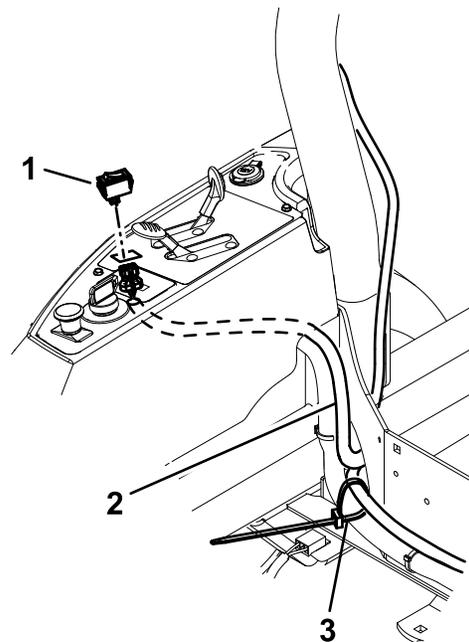

Figura 5
8. Encaminhe a cablagem das luzes sob a estrutura de montagem do ROPS e passe os fios através do corte retangular no painel de controlo (Figura 5).
9. Coloque o interruptor da luz na parte superior do painel de controlo e ligue-o à cablagem das luzes (Figura 5).
11. Prenda, sem apertar, a cablagem das luzes à cablagem principal utilizando as braçadeiras de cabos (Figura 5).
- Encaminhe a cablagem das luzes sob a estrutura de montagem do ROPS e passe os fios através do corte retangular no painel de controlo (Figura 5).
- Coloque o interruptor da luz na parte superior do painel de controlo e ligue-o à cablagem das luzes (Figura 5).
- Prenda, sem apertar, a cablagem das luzes à cablagem principal utilizando as braçadeiras de cabos (Figura 5).